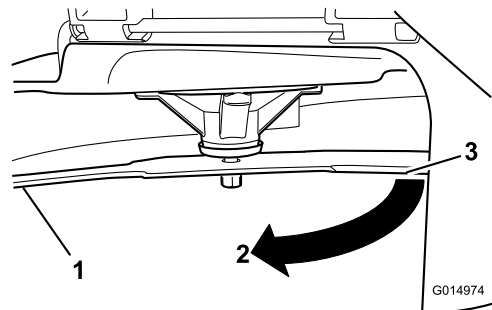

Figure 68
4. Tournez la même lame de 180 degrés pour amener l'autre tranchant à la même position (Figure 68).